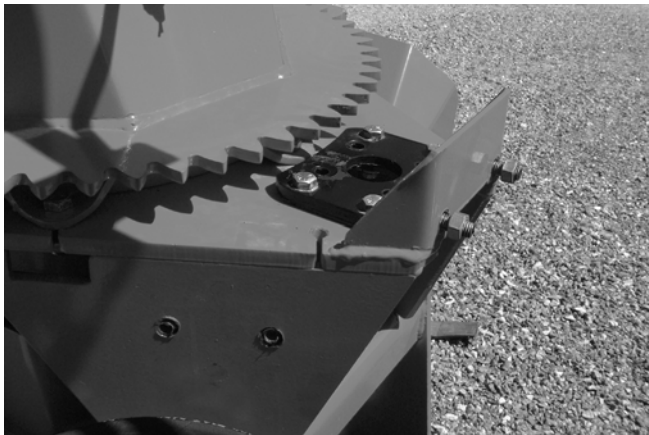

Figure 23
- 2) Installer le support ajustable du moteur; mettre les espaceurs requis entre le support et la base de chute (voir p. 33 à 38 selon le modèle de chute). Ne serrez pas les boulons immédiatement, ils seront serrés lors de l'ajustement final du moteur (Fig. 23).